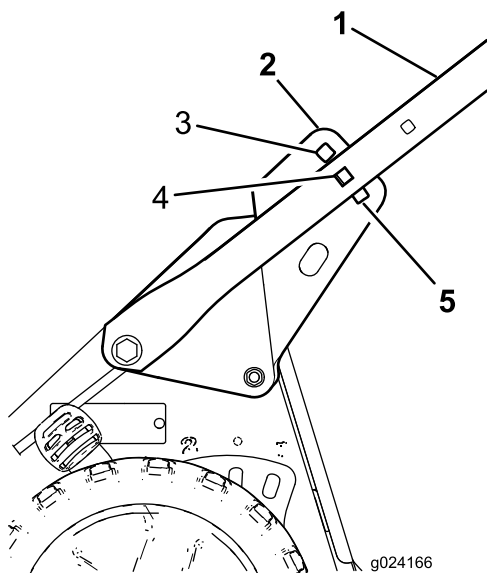

Figura 5
- Sitúese detrás de la máquina en la posición normal de trabajo para determinar la altura del manillar que le sea más cómoda (Figura 5).